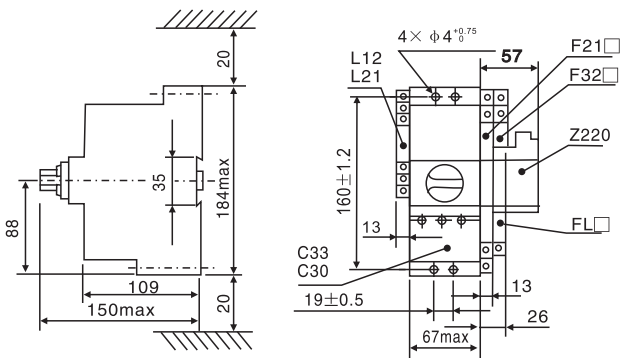

图 5
6.1 C框架3极KB0-12A、16A、32A、45A的外形及安装尺寸见 图5。